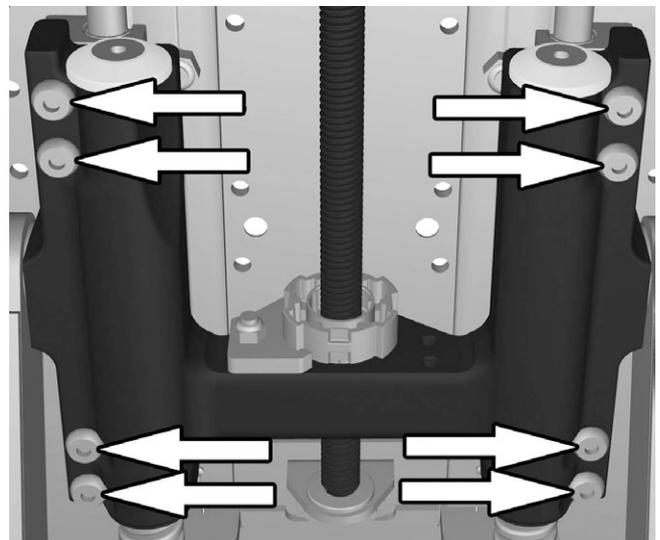

Abbildung 106. Schieber mit den acht Schrauben montieren.
4. Das vorderer Ende der Welle in das Wellenlager platzieren und sicherstellen, dass das hintere Ende der Stellvorrichtung in die Halterung passt. Schieber mit den acht Schrauben montieren. Siehe Abbildung. 106.